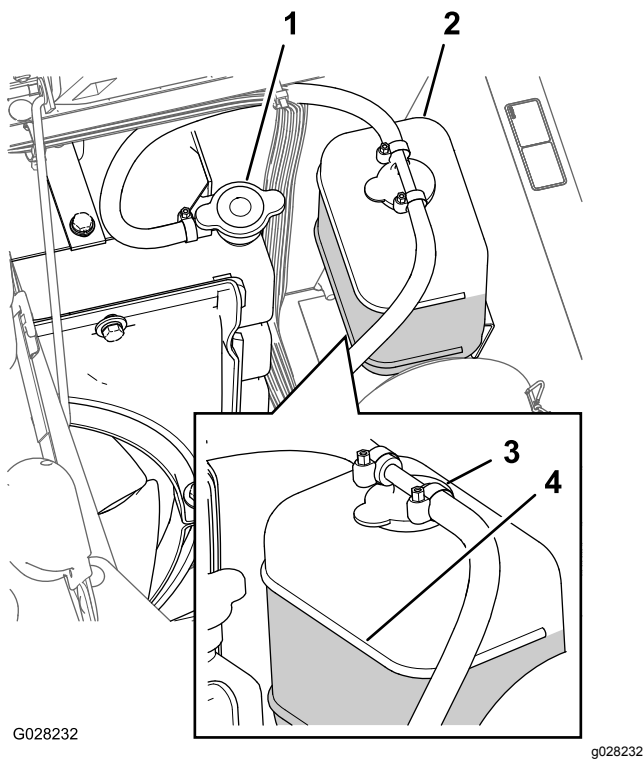

Figure 90
3. Retirez le bouchon du radiateur et le bouchon du vase d'expansion avec précaution (Figure 90).
Remarque: Le radiateur doit être rempli jusqu'en haut du goulot de remplissage et le vase d'expansion jusqu'au repère maximum (Figure 90).
- Si le niveau de liquide de refroidissement est trop bas, enlevez le bouchon du vase d'expansion et le bouchon du radiateur. Remplissez le vase d'expansion jusqu'au repère maximum, et le radiateur jusqu'en haut du goulot de remplissage (Figure 90).
- Remettez en place les bouchons du radiateur et du vase d'expansion (Figure 90).
- Attendez que le moteur soit froid, puis retirez le bouchon du radiateur (Figure 90).
- Retirez le bouchon de radiateur (Figure 90).
8. Démarrez le moteur en ayant desserré légèrement le bouchon sur le radiateur (Figure 90).
10. Une fois le liquide de refroidissement chaud, faites l'appoint jusqu'à la surface d'étanchéité du bouchon et serrez ce dernier (Figure 90).
11. Ouvrez le bouchon du vase d'expansion et versez du liquide de refroidissement jusqu'au niveau à froid (Figure 90).